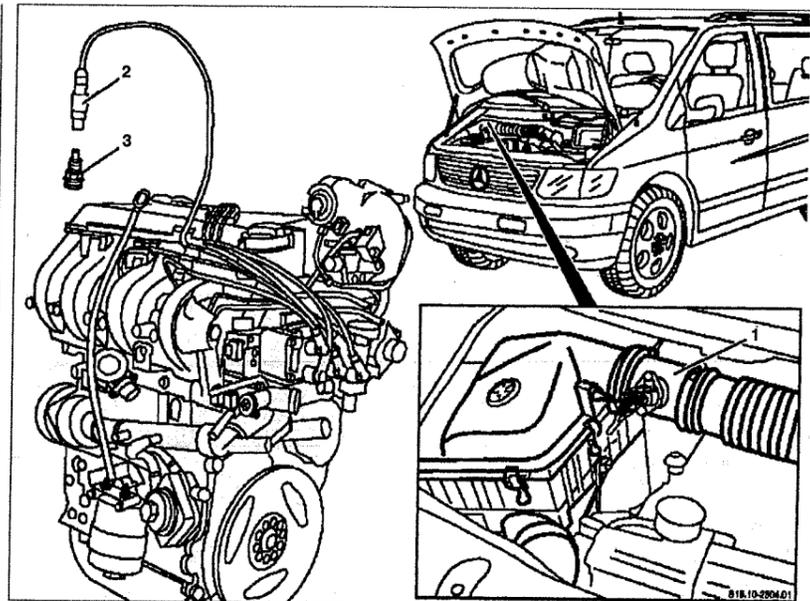

Рис. 3.41. Замена свечей зажигания:
2. Снимите массовый датчик измерения расхода воздуха 1 (см.рис. 3.41).